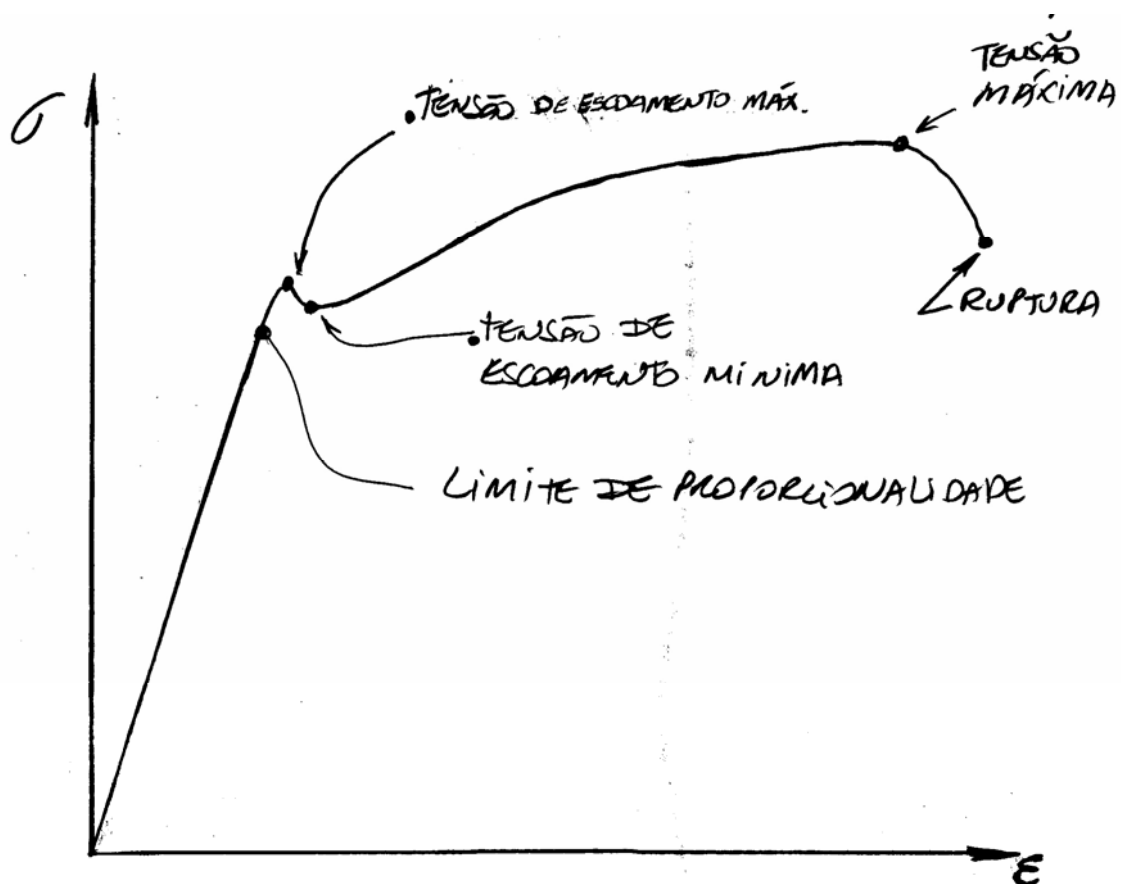

Figura 3.2
- O gráfico apresentado na figura 3.2, típico de um teste de tração para um aço carbono